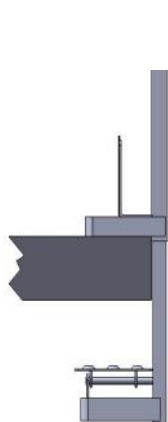
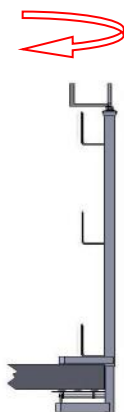

fig. 6
fig. 7
### Montaggio ( fig. 6 – 7 – 8 – 9 )
- Utilizzando una piattaforma di lavoro in sicurezza, posizionare un primo montante accostandolo al bordo (fig. 6 a pag. 9) del manufatto (N.B.: il montante deve essere posizionato il più vicino possibile al manufatto), quindi ruotare la maniglia (fig. 7 a pag. 9) in senso orario per consentire la presa della morsa alla soletta. Avvitare la maniglia fino ad assicurare il massimo serraggio (coppia di serraggio applicata nelle prove per certificazione: 30 N\*m);